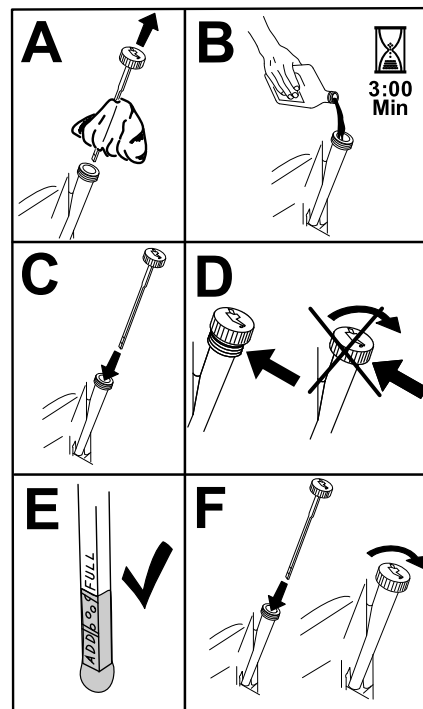

Figure 38
5. Versez lentement environ 80 % de l'huile spécifiée dans le tube de remplissage, puis faites l'appoint lentement jusqu'à ce que le niveau atteigne le repère maximum (**Full**) (Figure 38).